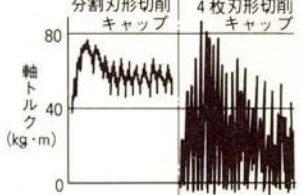

図6 軸荷重、軸トルクの記録波形
④ 切削状況について：図6に、分割刃形切削キャップと、4枚刃形切削キャップの切削時の、軸荷重、軸トルクの記録波形状を示す。図で分かるように、分割刃形切削キャップは、スムーズな切削をしていること